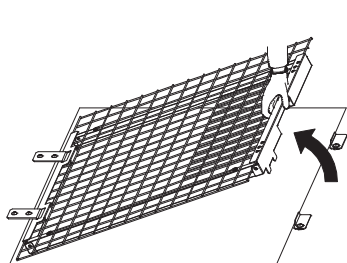

Figura 5
- (2) Sollevare lentamente la rete di protezione facendo perno sui ganci di chiusura. (Fare riferimento a **Figura 5**.)